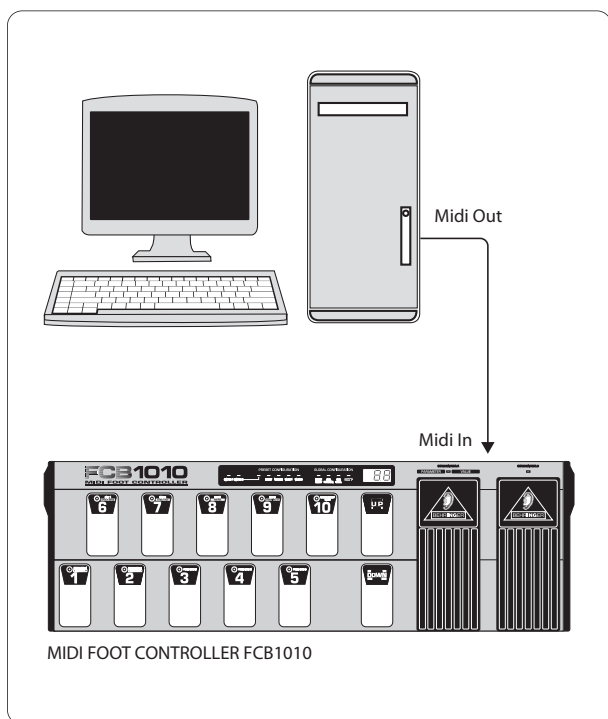

Fig. 2.6.: ricevere un SysEx-Dumps
- Collegate il MIDI OUT del vostro Sequencer/Computer con il MIDI del FCB1010 (vedi fig. 2.6).